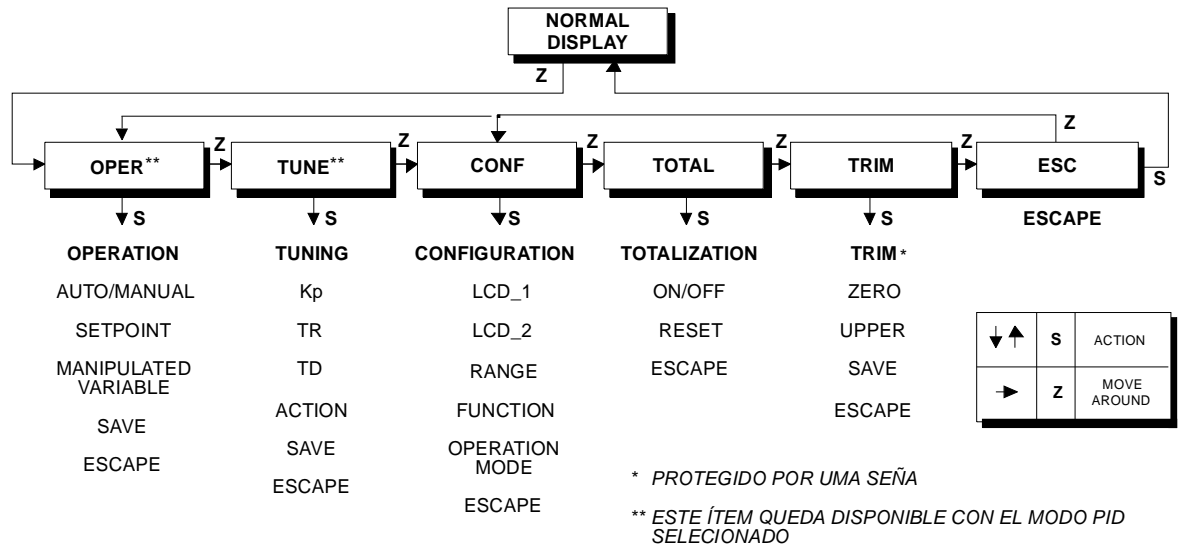

Figura 4.3 – Árbol de Programación de Ajuste Local – Menú Principal
El ajuste local usa una estructura de árbol donde, colocando el destornillador magnético en (Z) es posible observar las opciones de un menú y, colocando dicha herramienta en (S), se obtienen detalles de la opción seleccionada. La figura 4.3 Árbol de Programación de Ajuste Local muestra las opciones disponibles en el **LD301**.